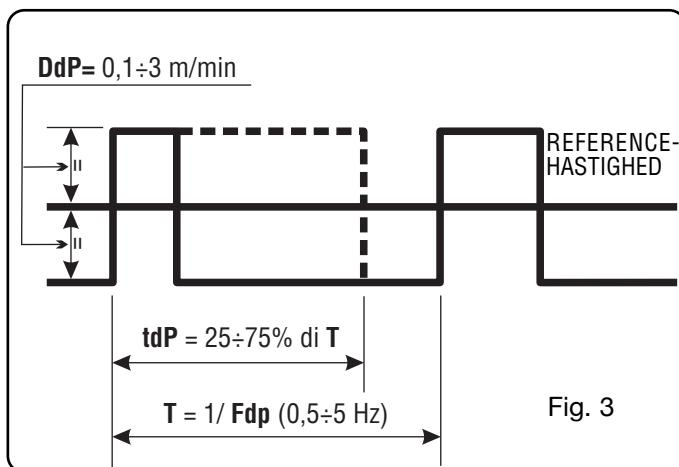

Fig. 3
**D)- Drej** håndtaget **AI**, indtil teksten **tdP** vises. Tidsrum for arbejde med trådens maks. hastighed, dvs. maks. strøm. Udtrykt i % af tidsrummet på baggrund af frekvensen **Fdp** (fig. 3).